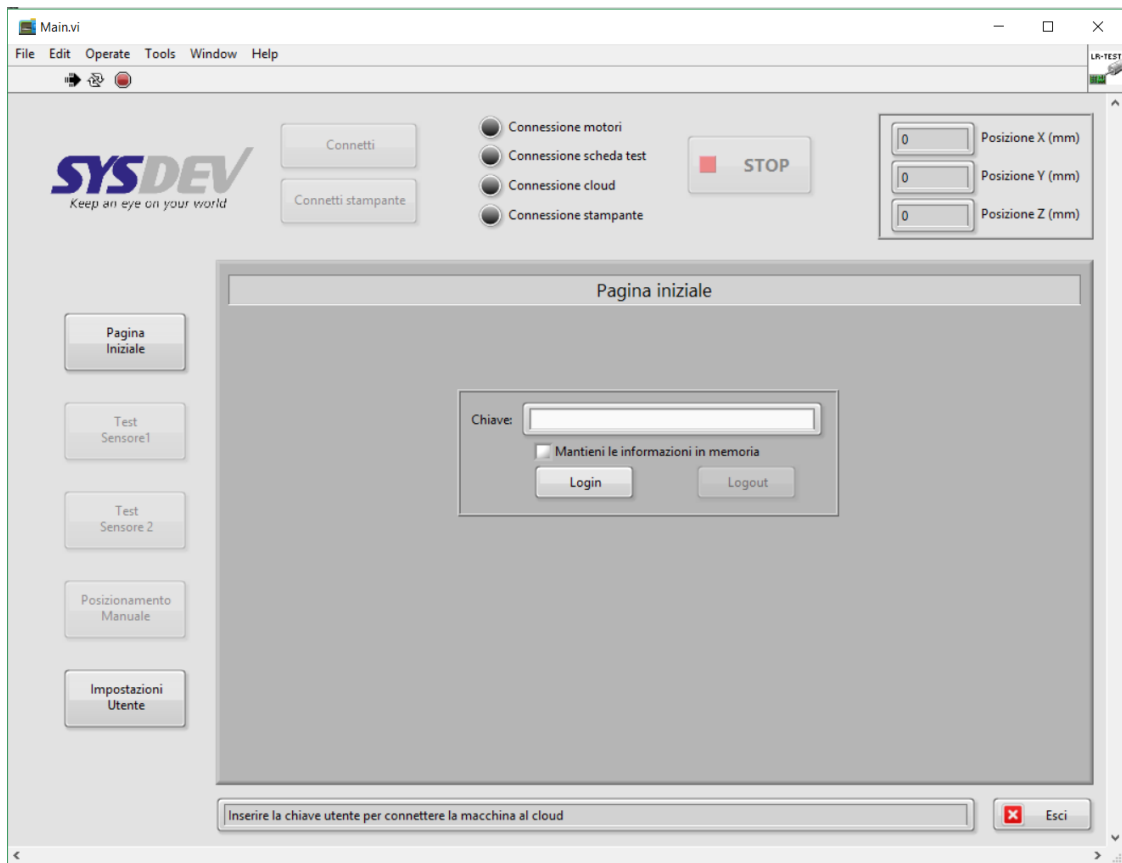
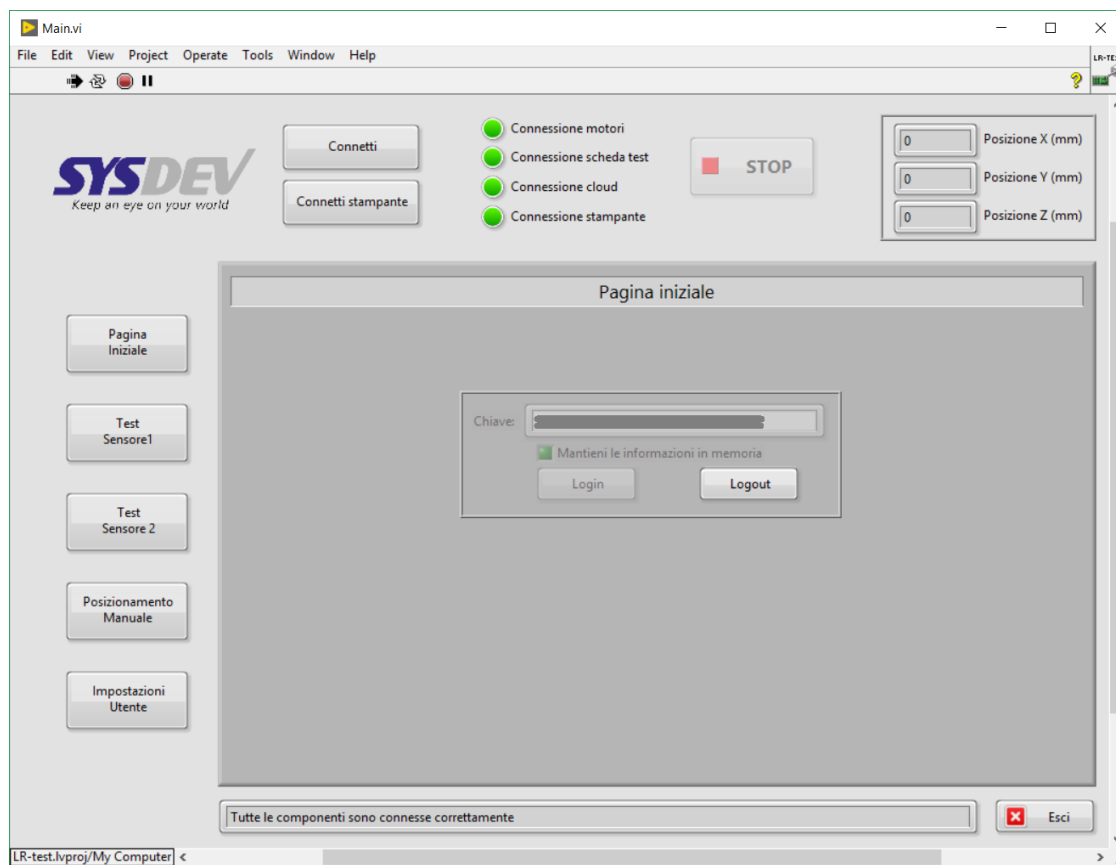
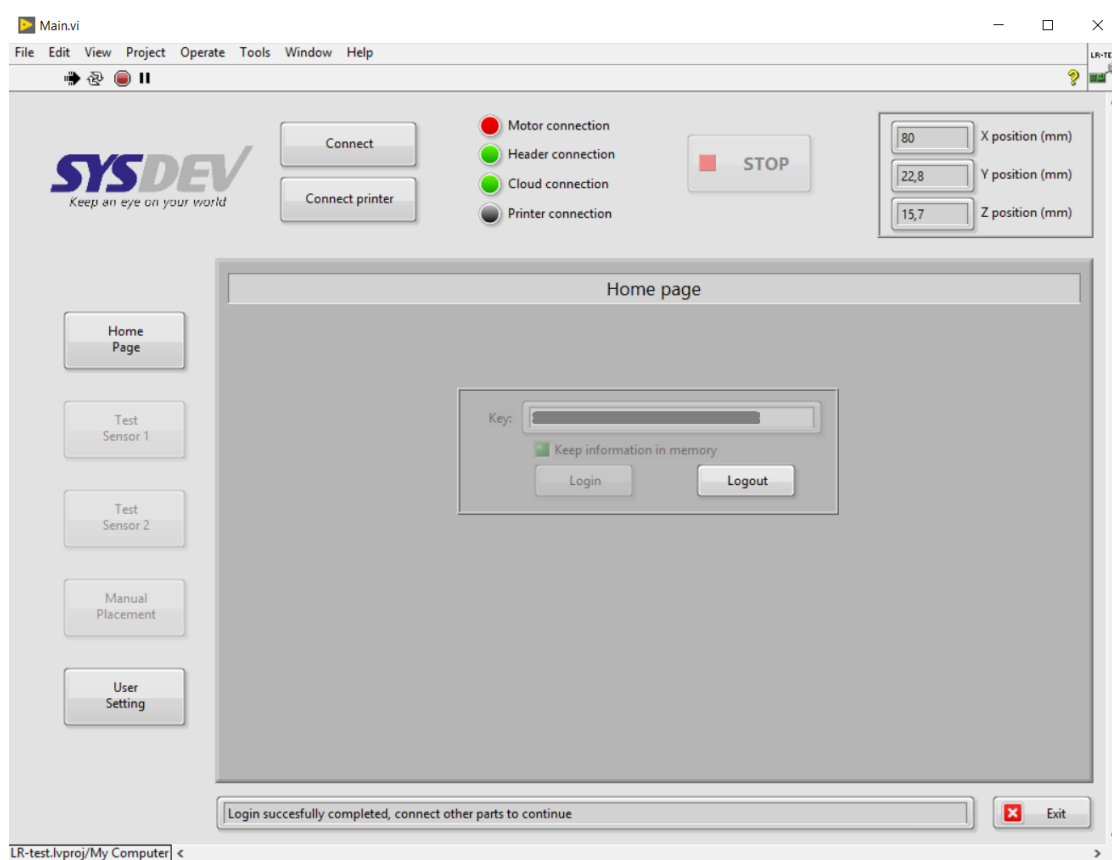

Figura 3.1: Interfaccia utente all'apertura del software
Figura 3.2: Interfaccia utente dopo il login
Figura 3.4: Interfaccia utente dopo il login in lingua inglese
L'interfaccia utente, sviluppata tramite LabView, è strutturata come in Figura 3.2; è suddivisa in header, body e footer. La grafica utilizzata per le icone è la libreria 'silver' presente in LabView; le dimensioni della finestra sono state progettate per un monitor 4:3 da 15", in modo che siano compatibili per la maggior parte degli schermi.
L'interfaccia utente è stata realizzata sensibile al contesto, cioè si possono effettuare solo alcune operazioni in base agli stati della macchina; per esempio, in Figura 3.1 gli unici tasti abilitati sono quelli per effettuare il login, dopo averlo effettuato (Figura 3.4) è possibile connettere le componenti hardware ed infine (Figura 3.2) è possibile accedere alle fasi di test.
- **Pagina iniziale:** sezione iniziale in cui è possibile effettuare la connessione al cloud (Figura 3.1).
Se non si eseguono queste operazioni, per evitare errori d'uso, non è possibile accedere alle sezioni in cui viene effettuato il test del DUT; come si nota in Figura 3.4, i tasti di accesso alle sezioni di test non sono disponibili perchè non sono stati collegati correttamente tutti i componenti. Inoltre, in caso di disconnessione o errori di un componente durante l'utilizzo, il software torna in automatico in questa schermata e blocca tutte le operazioni che stava eseguendo.